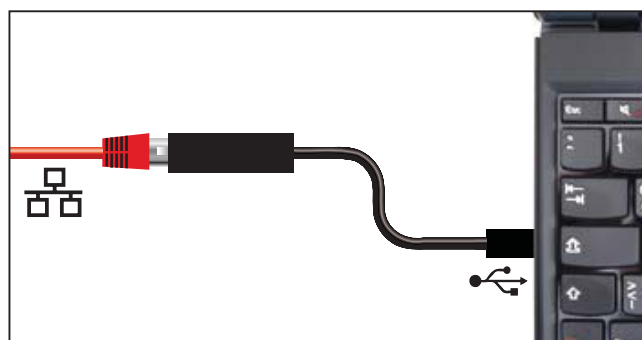

Рис. 7 Переходник USB-Ethernet
- ▶ Переходник USB-Ethernet (Рис. 7). Позволяет подключить сетевой интерфейс устройства (см. стр. 12) к USB-порту на компьютере / ноутбуке.